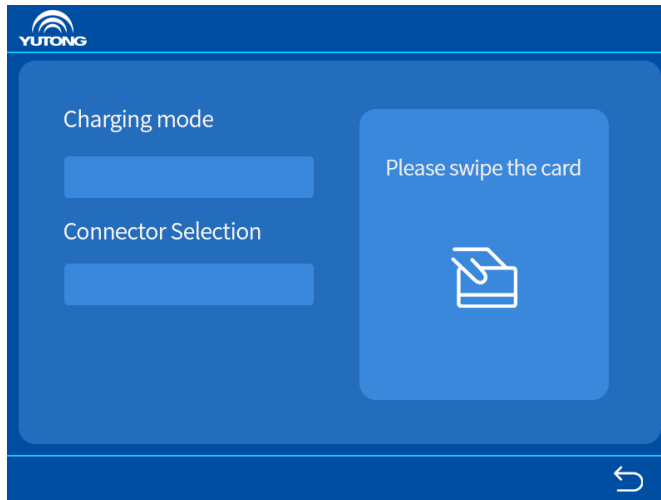

Figure 9 Interface de glissement de carte
4) Le processus de chargement entre dans l'interface de glissement de la carte. Veuillez glisser la carte en fonction des invites de l'interface. Si la fonction de glissement de carte est désactivée, ignorez cette étape, comme illustré à la Figure 9.